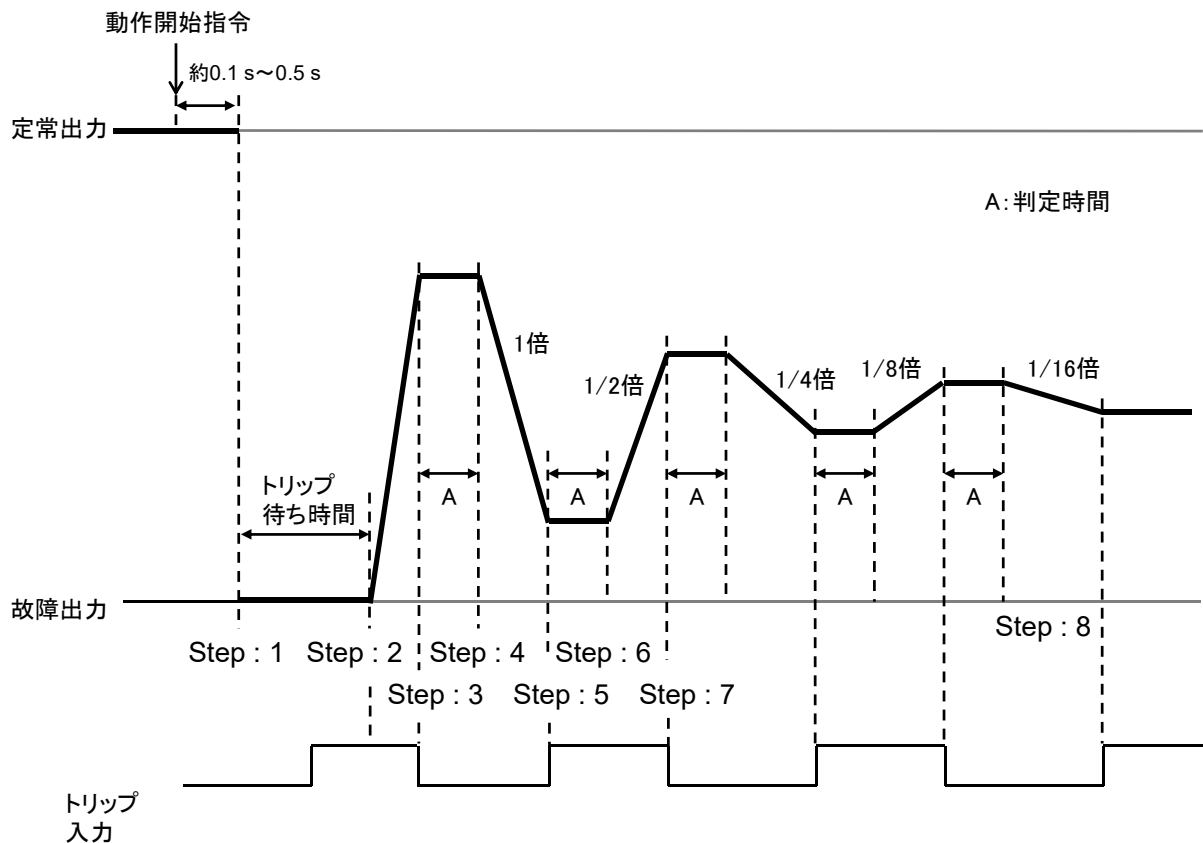

図 3-14 自動スweep試験シーケンスの例（出力急変：有効時）
出力急変：有効、スweep方向：定常⇒故障、スweep回数：3回、出力カット：無効に設定したときの試験シーケンスを図3-14に示します。
- Step : 4 判別時間後にトリップ信号が解除されたままであれば故障方向へ、入力されていれば定常方向にスweepします。図3-14においてスweep回数が1回目なので1倍の速さです。